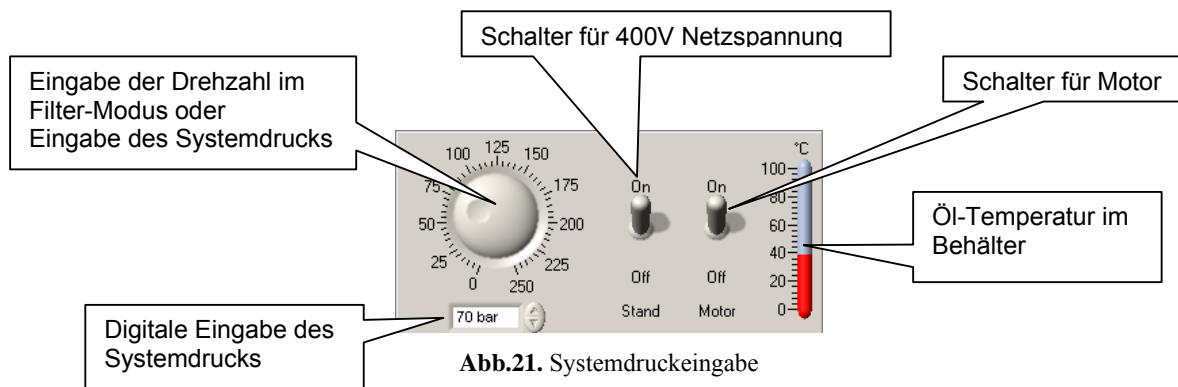

Abb.21. Systemdruckeingabe
1. **Genauer Wert:** Dies ermöglicht genauere Werte auf allen analogen Messinstrumenten anzuzeigen (siehe Abb. 21, 22, 24 und 25). Wählen Sie das gewünschte Messgerät aus und tippen Sie auf dieses Gerät mit einem linken Mausklick. Ein digitaler Messwert wird für ein paar Sekunden angezeigt (siehe Abb. 28 als Beispiel).